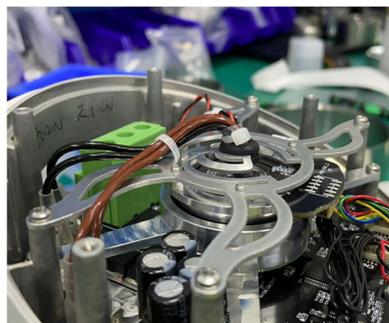

图 3-20 接线和扎线
- 用尼龙扎带在护线环外的热缩管上扎好，防止线缆被拉动或脱出，连接线缆接头棕色对应正极，黑色对应 GND，并将 485 线插在指定位置，将多余长度的线绕在束线架上用扎带固定，使接头不会松动脱出，如图 3-20 所示：